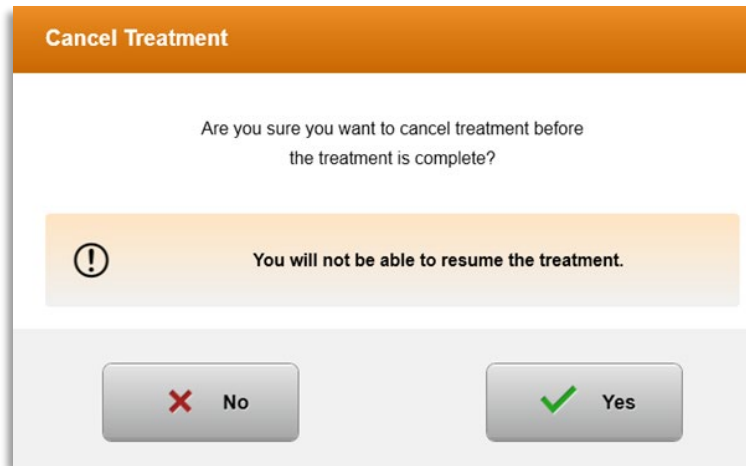

Bild 3-28. Bekräfta avbrott av halvfärdig behandling
- Ett varningsmeddelande i en popup-ruta visas när du väljer "Avbryt behandling" (Cancel treatment) mitt i behandlingen, vilket bild 3-28 visar.